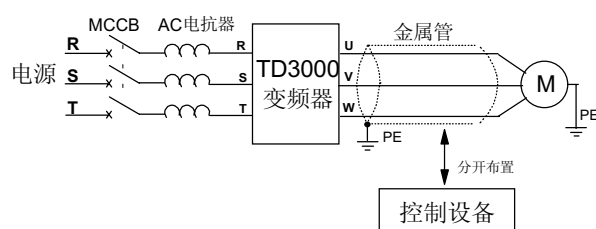

图3-9 降低变频器输出干扰的方法
(1) 绝对禁止交流电源输入与变频器的输出端子U、V、W相连接; 也绝对禁止交流电源输入与变频器的P1、(+)、(-)、PB 端子相连接。
(2) 变频器的输出端子 U、V、W, 要按正确的相序连接至三相交流电动机的接线端子 U、V、W; 如果电动机旋转方向错误, 则交换任意两相的接线即可。
(3) 变频器输出侧禁止连接电容器和浪涌吸收器。
(4) 绝对禁止变频器输出端子之间短路或接地。
(5) 为了抑制变频器输出侧产生的干扰噪声, 降低对其它设备的干扰, 可在变频器输出侧选配变频器专用的噪声滤波器; 还可以通过把变频器的输出电缆线 U、V、W 穿入接地金属管, 并与控制信号线分开布置的方法来减少干扰, 如图3-9所示。